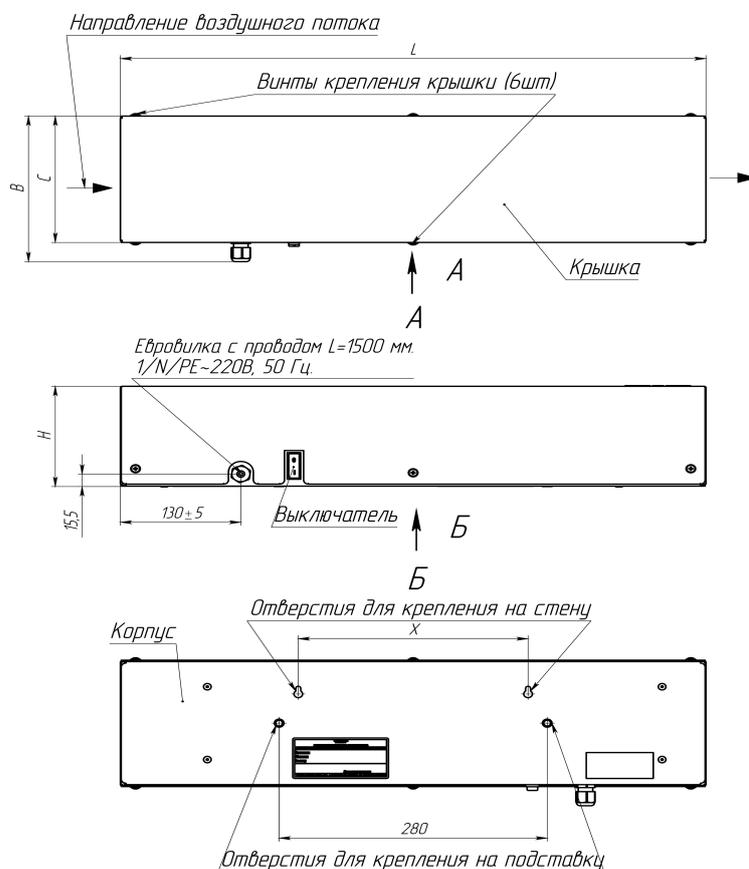
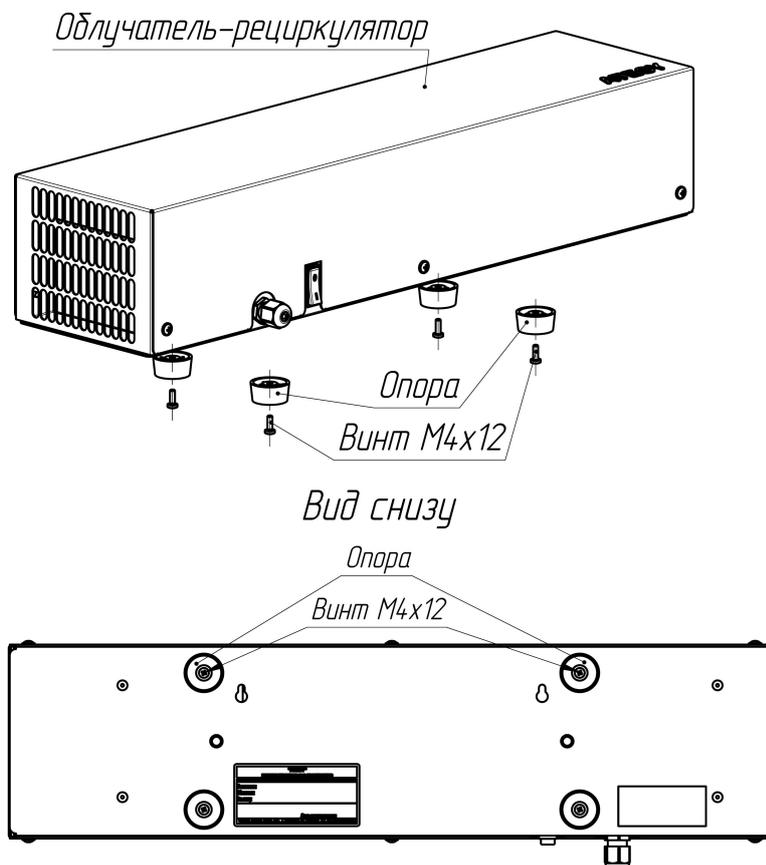

Рис. 1. Общий вид
Рис.2 Схема установки опор
1.6. Общий вид облучателя представлен на Рис. 1.
3.1. Установка облучателя возможна на плоскую горизонтальную поверхность, на стену или на специальную подставку. Для установки на плоскую горизонтальную поверхность необходимо применить комплект опор КАУМАН (Рис.2). Для крепления на стену и подставку на корпусе изделия предусмотрены отверстия (Рис.1).